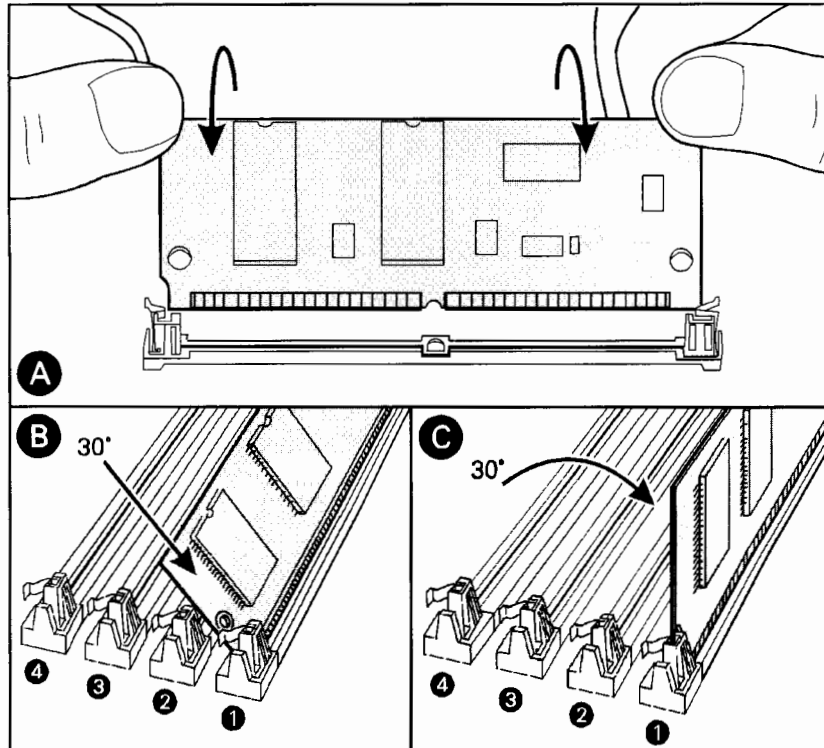

Abb. 1-7: Installation der Erweiterungskarte
12. Halten Sie die Erweiterungskarte in einem Winkel von 30 Grad, und drücken Sie sie *fest* in den Steckplatz, wie in Abb. 1-7 dargestellt (Zeichnung ⓑ zeigt den Winkel, in dem die Erweiterungskarte angesetzt wird und Zeichnung ⓒ die horizontale Lage der Karte nach der Installation). Drücken Sie die Erweiterungskarte vollständig in den Steckplatz. Kippen Sie die Karte dann nach unten bis die Federbügel am Ende des Steckplatzes einrasten. Sie können ein "Klicken" hören und spüren, wenn die Erweiterungskarte richtig einrastet.